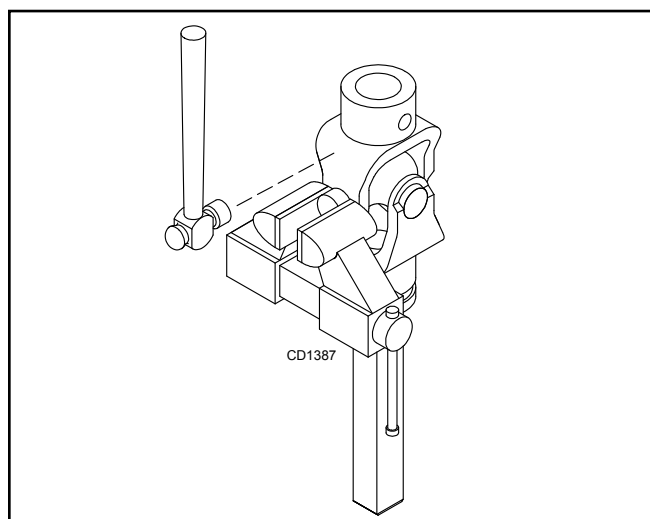

Figure 19.
3. Serrez la coupelle dans l'étau comme indiqué dans la figure 19 et tapez sur l'étrier pour retirer complètement la coupelle de la fourche. Répétez les étapes 2 et 3 pour la coupelle opposée.